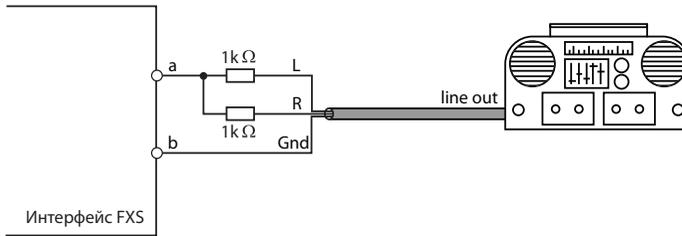

Fig. 59 Подключение для режима FXS: External audio source
В качестве источника звука может использоваться любое воспроизводящее оборудование (магнитофон, CD проигрыватель и т.д.) с линейным выходом. Рекомендуется выполнить слияние левого/правого аудиосигналов с помощью двух (2) резисторов (см. Fig. 59).